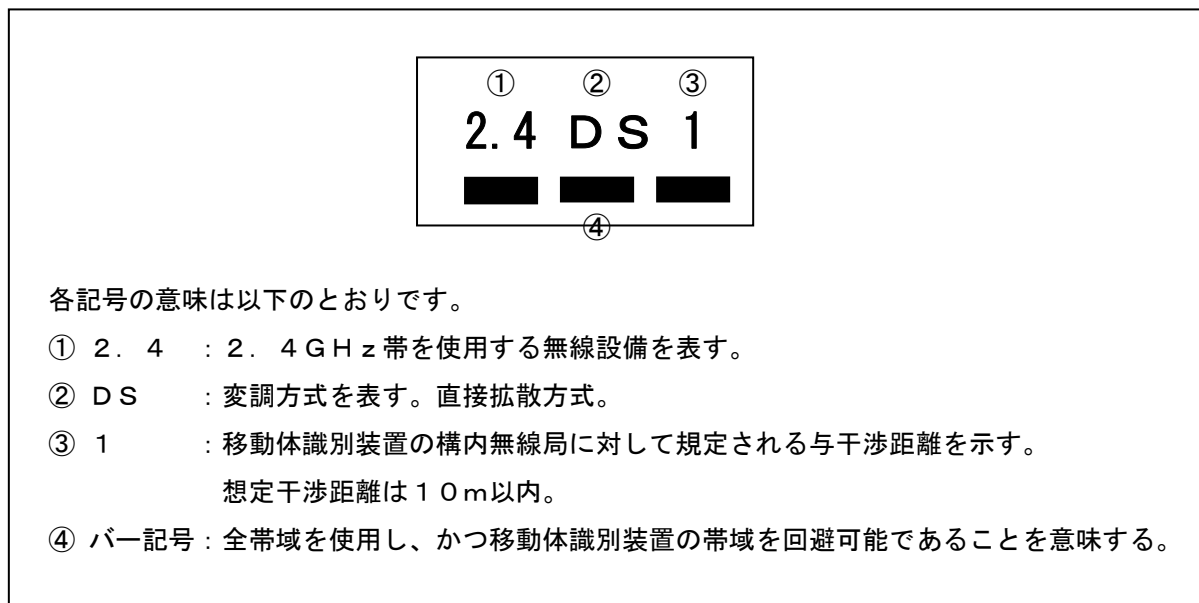

図 9 現品表示内容 (ARIB STD-66 より転載)
- ・ 本モジュールを機器に組み込む場合、ARIB STD-T66 で推奨されている、「現品表示内容」を取扱説明書、ステッカー、カタログ・パンフレット・ホームページなどに記載する必要があります(図 9)。